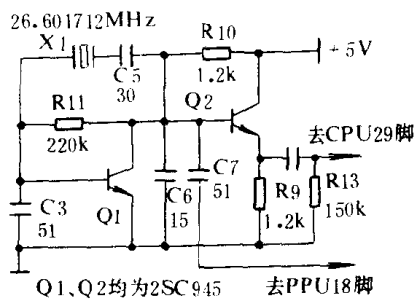

图 3.6.5 $\phi = 26.601712\text{MHz}$ 晶振电路
26.601712MHz 时钟电路如图 3.6.5 所示。在电路中,当谐振时石英晶体 X1 起电感作